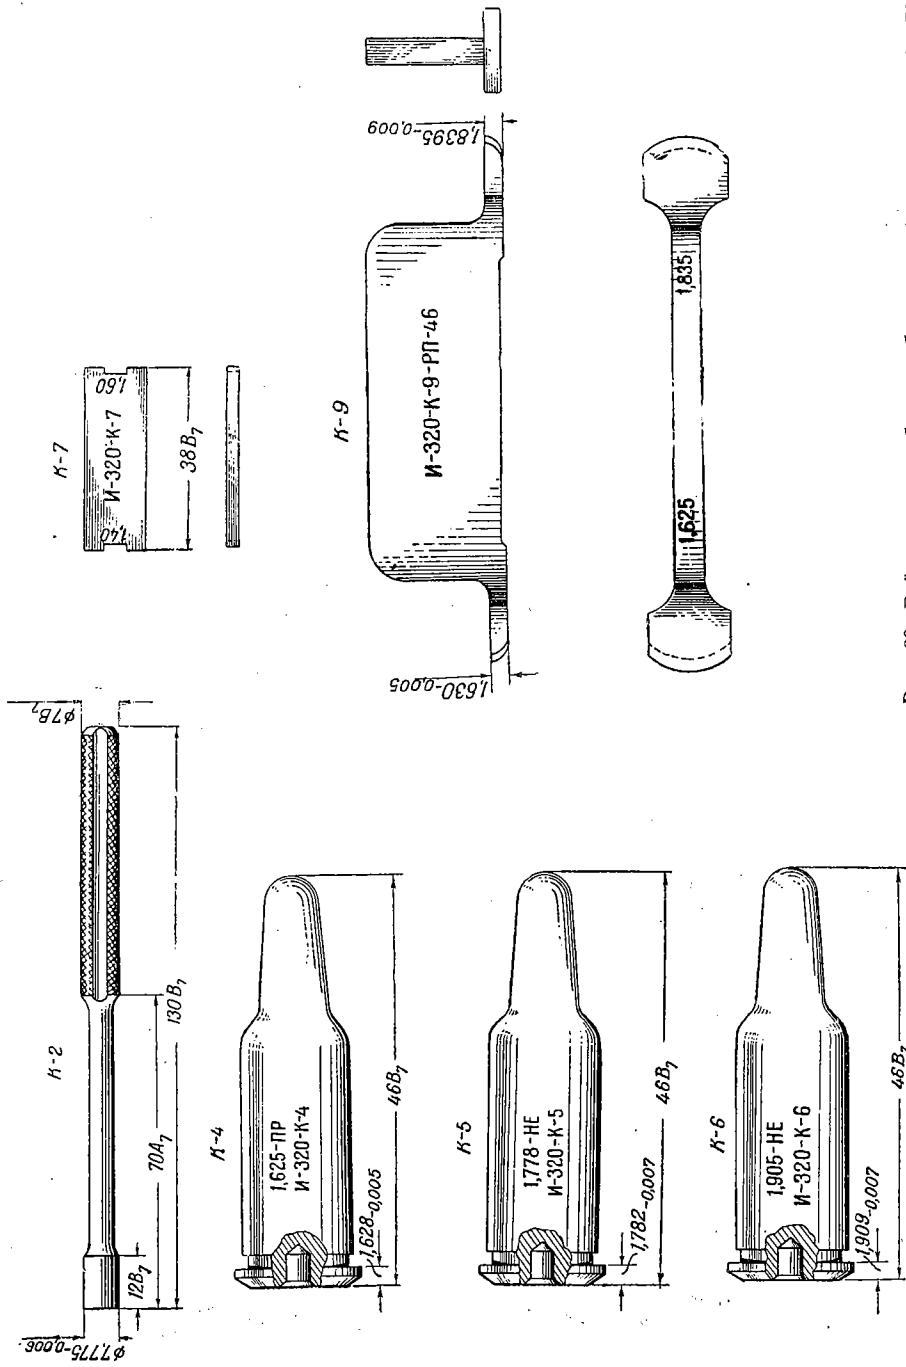

Рис. 69.
Для проверки диаметра канала ствола по полям применяется непроходной калибр К-2 (рис. 69), который является браковочным калибром. Он не должен проходить по каналу ствола.
- а) принадлежность (см. рис. 39); б) металлическая лента (см. рис. 36); в) проверочные патроны, а при очередных осмотрах, производимых начальником артиллерийского снабжения части (техником), и калибры (см. рис. 69).